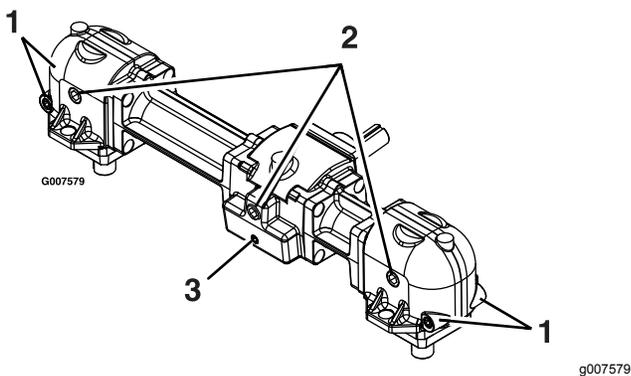

Рисунок 35
6. Снимите большую сливную пробку масла в передней части каждой из трех секций редукторов и слейте масло (Рисунок 35).